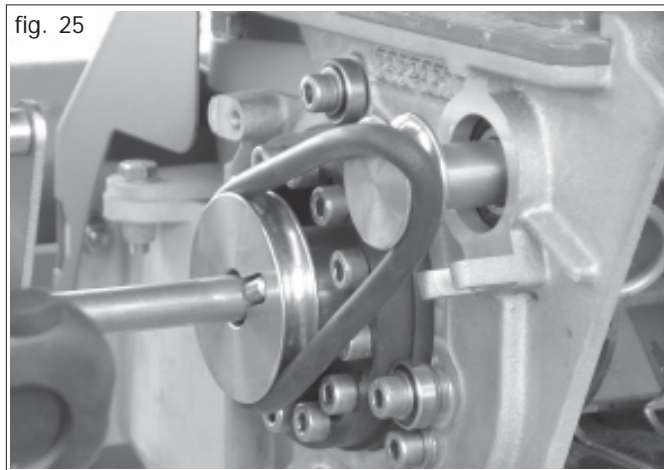

fig. 25
- Zum Abschalten der Rührwelle den Rundriemen ueber die Kante der Antriebsscheibe heben und auf der Gegenseite das Dosierrad leicht in Foerderrichtung drehen. Der Riemen springt ab (Abb. 25). (Zum Auflegen des Riemens siehe Abschnitt Dosierrad.)